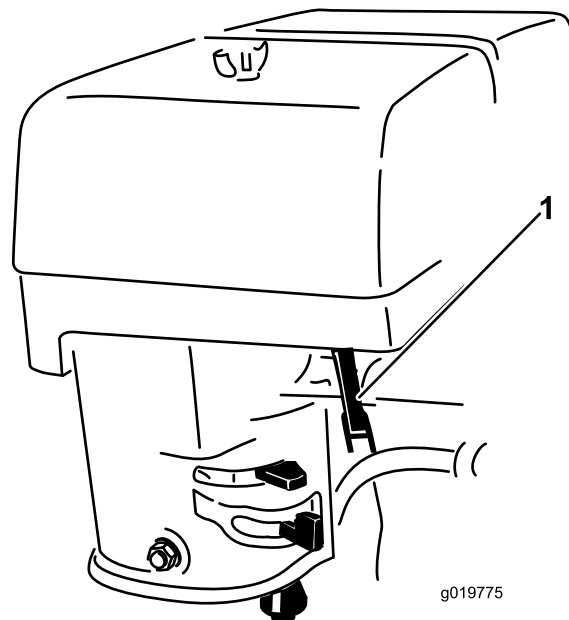

Figure 14
4. Réglez la commande d'accélérateur à mi-course entre les positions Bas régime (tortue) et Haut régime (lièvre) (Figure 14).